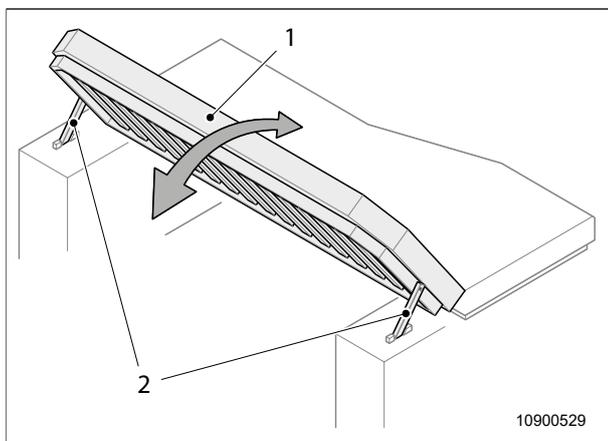
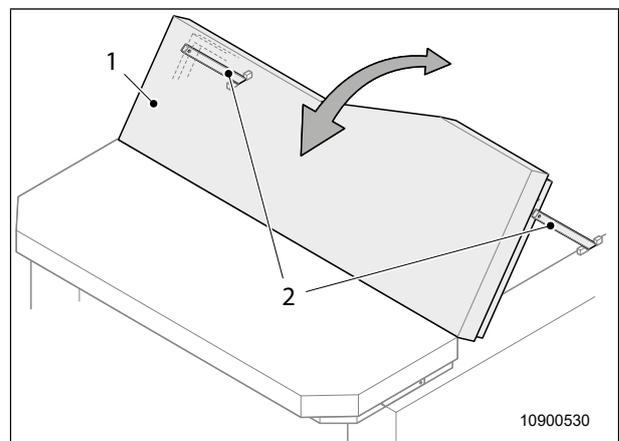

Abb. 33 Loungefunktion 1
Abb. 34 Loungefunktion 2
1. Gewünschten Bettrahmen (Abb. 33, Pos. 1 oder Abb. 34, Pos. 1) des Doppelbetts hochklappen.
2. Stützen (Abb. 33, Pos. 2) ausklappen und befestigen.
1. Stützen (Abb. 33, Pos. 2) einklappen.
2. Bettrahmen (Abb. 33, Pos. 1 oder Abb. 34, Pos. 1) des Doppelbetts zurückklappen.